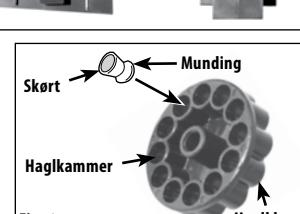

Fig. 6
- Isæt et .177-kaliber hagl; med næsen først, i hver af trommelenes haglkammer (Fig. 6) undgå blokeringer eller deformeringe haglen ved at sørge for, at haglen ikke flytter sig i trommelenes haglkammer.